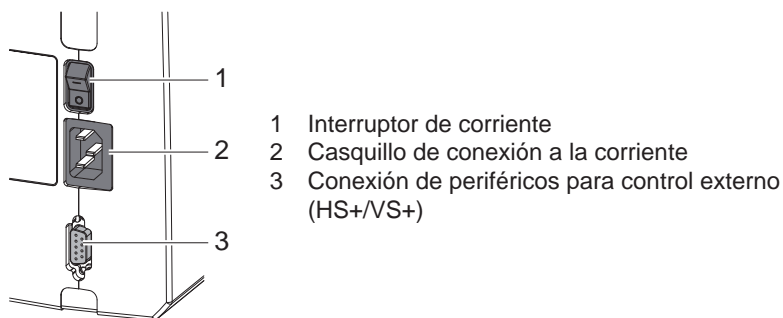

Figura 3 Conexiones
2. Establezca contacto con el control externo a través del enchufe hembra SUB-D de 9 polos (3/ Figura 3.
- ▶ Conectar el aparato al interruptor de red (1 / Figura 3).
- ▶ Se iluminará el LED verde (2).
► Conectar el aparato al interruptor de red (1 / Figura 3).